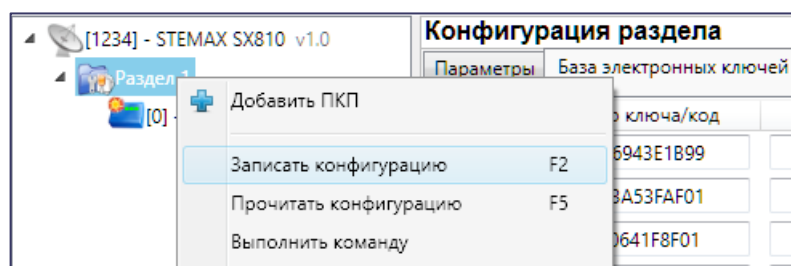

Рис. 4.8. Запись конфигурации раздела в контроллер
6. После регистрации необходимых ключей щелкните правой кнопкой мыши по строке группы параметров раздела в дереве устройств и в появившемся меню выберите *Записать конфигурацию* (рис. 4.8).